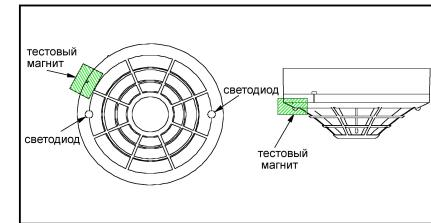

Рис. 2. Положение тестового магнита
1. Приведите извещатель в базу и установите тестовый магнит (в комплект поставки не входит) на корпусе извещателя на расстоянии примерно 2 см от светодиода (рис. 2). В этом месте на верхней стороне крышки извещателя имеется 2-х миллиметровая риска.